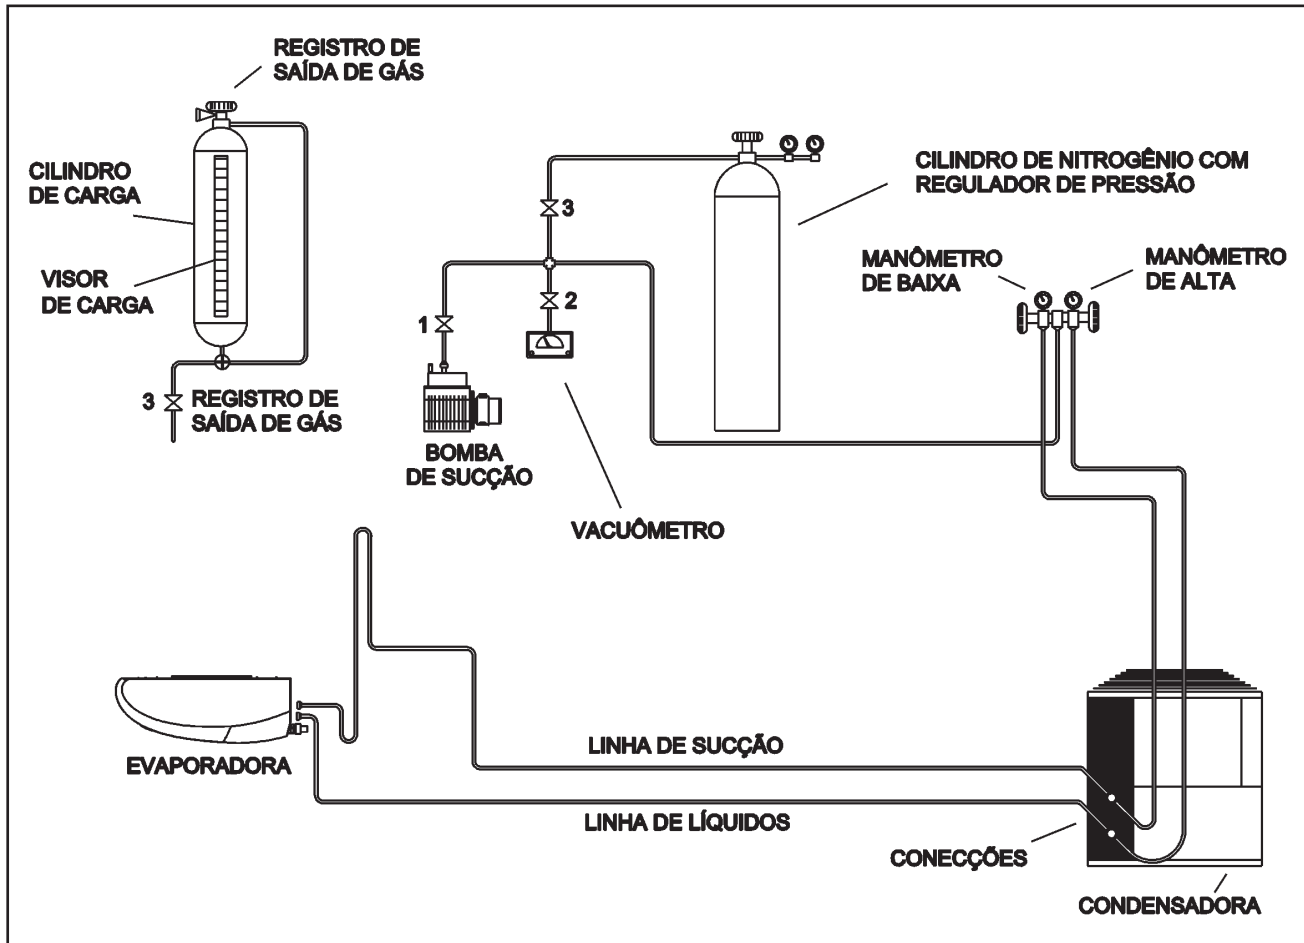

Figura 37 - Circuito esquemático para realizar vácuo e carga de refrigerante
- Ligue a bomba de vácuo e faça o vácuo na bomba (registro 1 fechado - figura 37).
1. Ligue a bomba de vácuo, abrindo após o registro 1 (figura 37). Posteriormente, isole a bomba de vácuo e abra o registro.
Para fazermos a carga de refrigerante, substitua o cilindro de Nitrogênio mostrado na figura 37 por um cilindro de refrigerante. Purgue a mangueira que liga o cilindro à válvula de serviço.